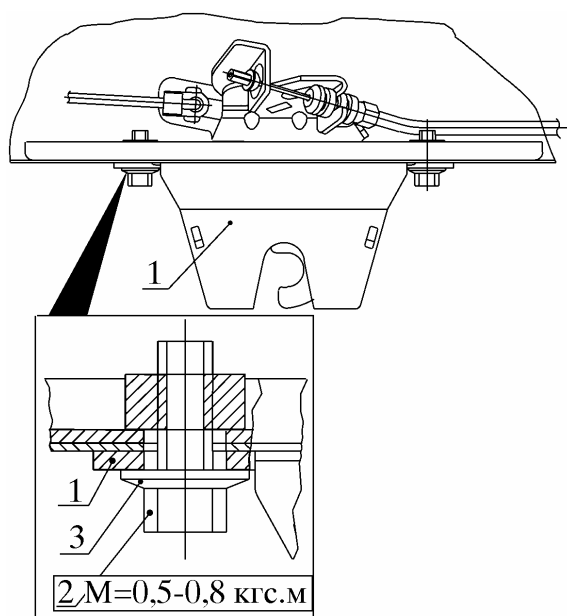

Рис. 24. Установка замка багажника:
1) три болта 2 (рис. 24) крепления замка 1 багажника затянуть с моментом от 4,8 до 7,8 Н.м (0,5 - 0,8 кгс.м)